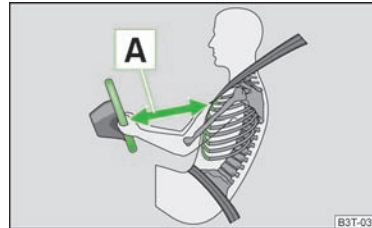

Abb. 96
- Für den Fahrer und Beifahrer ist es wichtig, einen Abstand von mindestens 25 cm zum Lenkrad bzw. zur Schalttafel einzuhalten » Abb. 96 **A**. Wenn Sie den Mindestabstand nicht einhalten, kann Sie das Airbag-System nicht schützen - Lebensgefahr! Außerdem müssen die Vordersitze und die Kopfstützen immer der Körpergröße entsprechend richtig eingestellt sein.